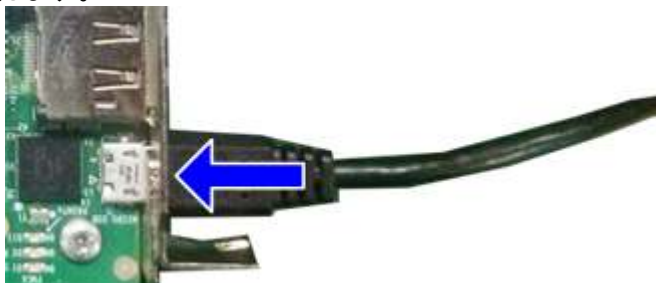

図 3-1:USB ケーブルの接続
- 1) 図 3-1 に示すように FPGA 評価キット付属のマイクロ USB ケーブルを FPGA ボードと PC 間に接続し、さらに FPGA ボードの電源を接続します。